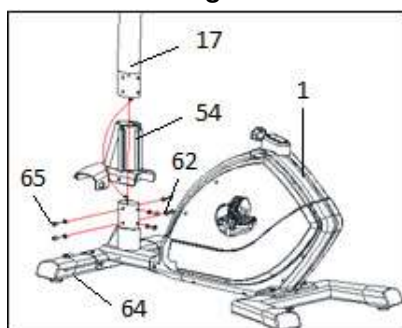

Fig.5
Suelte los tornillos (98) situados en el tubo manillar (17), posicione el porta botellín (97) y atornille con los tornillos soltados anteriormente. Fig.5.